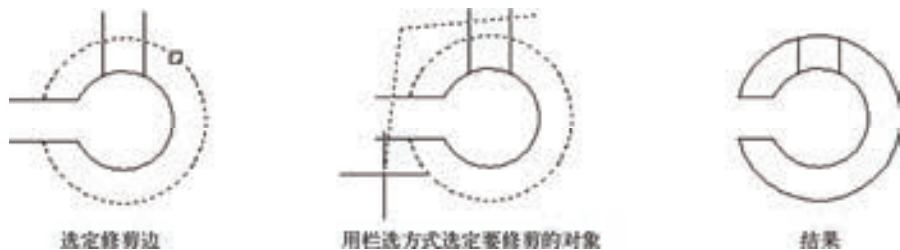

图 3-31 修剪示例 1
2) 修剪若干个对象时, 可使用不同的选择方法选择当前的剪切边和修剪对象。在图 3-31